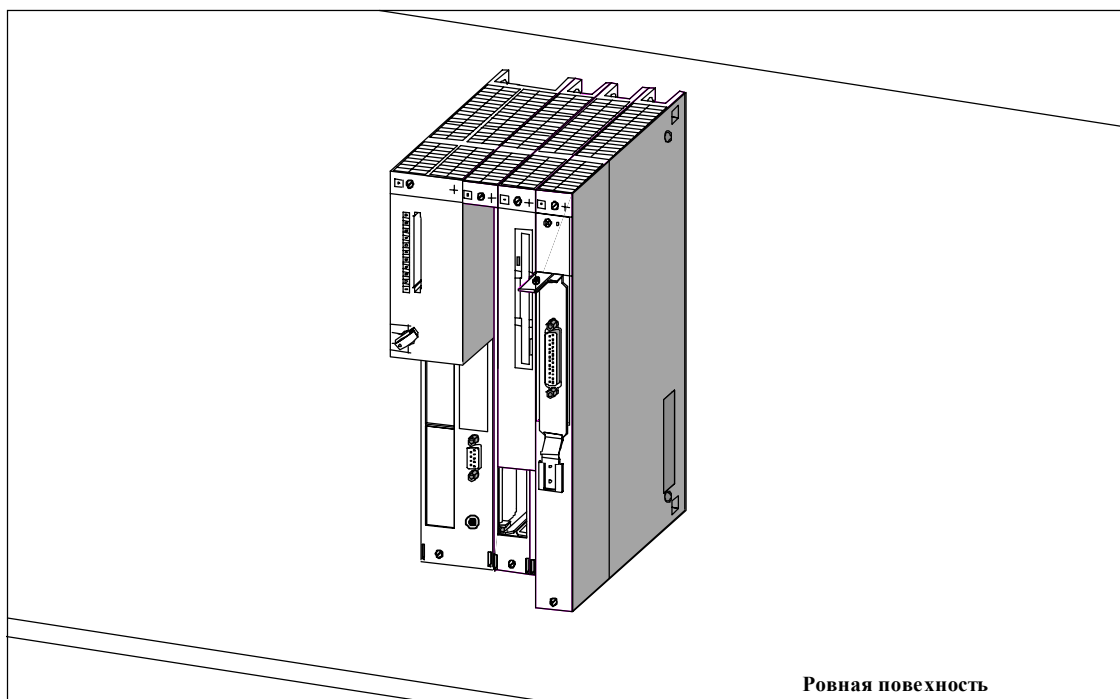

Рис. 10-25. Блок модулей, включающий в себя CPU и модули расширения
9. Поместите блок модулей на ровную поверхность (рис. 10-25).